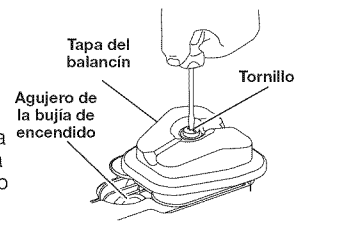

Fig. 21
- Quite el tornillo que sujeta la tapa del balancín utilizando la herramienta adecuada (Fig. 21). Quite la tapa del balancín y la junta.
- El pistón se encuentre en la parte superior de su recorrido mirando en el orificio de la bujía de encendido (Fig. 21)
- Vuelva a instalar la tapa del balancín utilizando una junta nueva (Fig. 21). Apriete el tornillo a: 20–30 pulgada•libra (2.2–3.4 N•m).